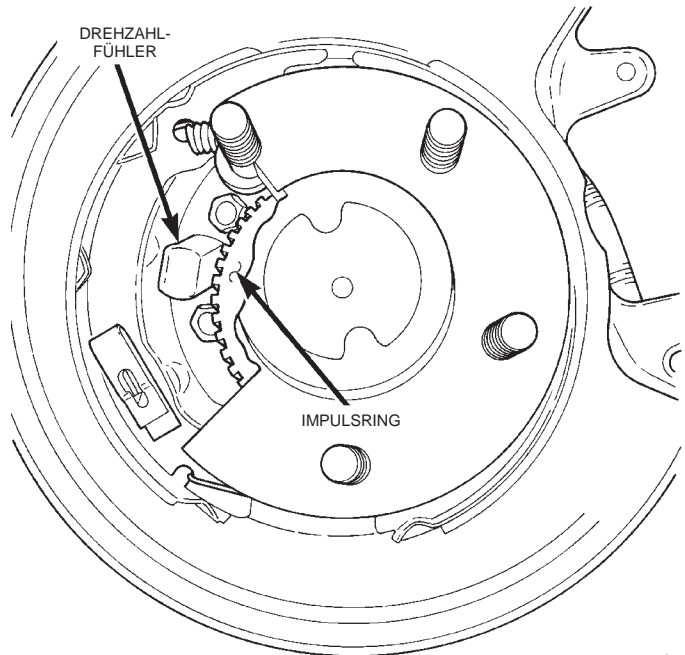

Abb. 11 Luftspalt am Hinterrad-Drehzahlfühler
(1) Den Fühler durch die Öffnung im Spritzschutzblech einschieben.
(2) Auf die ursprüngliche Fühlerbefestigungsschraube Mopar Lock N' Seal oder Loctite 242 auftragen. Wenn die alte Schraube abgenutzt oder beschädigt ist, eine neue Schraube verwenden.
(3) Die Fühlerbefestigungsschraube zunächst nur handfest eindrehen.
(4) Wenn der **ursprüngliche** Hinterrad-Drehzahlfühler wieder eingebaut oder eingestellt wird, etwaige Reste des Papp-Distanzstreifens von der Impulsabnehmerfläche entfernen. Den Luftspalt mit einer Fühlerlehre auf 0,92 bis 1,275 mm (0,036 bis 0,05 Zoll) einstellen (Abb. 11). Die Befestigungsschraube mit einem Anzugsmoment von 14 N·m (11 ft. lbs.) festziehen.
(5) Wenn ein **neuer** Fühler eingebaut wird, den Papp-Distanzstreifen auf der Impulsabnehmerfläche gegen den Impulsring drücken. Dann die Fühlerbefestigungsschraube mit einem Anzugsmoment von 14 N·m (11 ft. lbs.) festziehen. Der korrekte Luftspalt stellt sich ein, wenn sich der Impulsring dreht und das Distanzstück von der Impulsabnehmerfläche abschält.
(6) Die Fühlerkabel zum Rücksitzbereich verlegen.
(7) Die Fühlerkabel durch die Montageöffnung im Bodenblech führen und die Gummitüllen in das Bodenblech einsetzen.
(8) Das Fühlerkabel an den Haltern und an den Halteklammern an den hinteren Bremsleitungen befestigen. Darauf achten, daß das Fühlerkabel